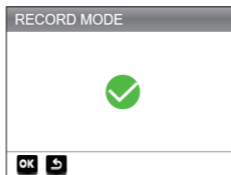

Figura 8.1.5
4. Para cambiar la configuración del modo de grabación (Ver la Figura 8.1.5), selecciona el modo de grabación y presiona [OK]. El modo de grabación está activado de forma predeterminada, pero puedes desactivarlo presionando [OK] nuevamente.